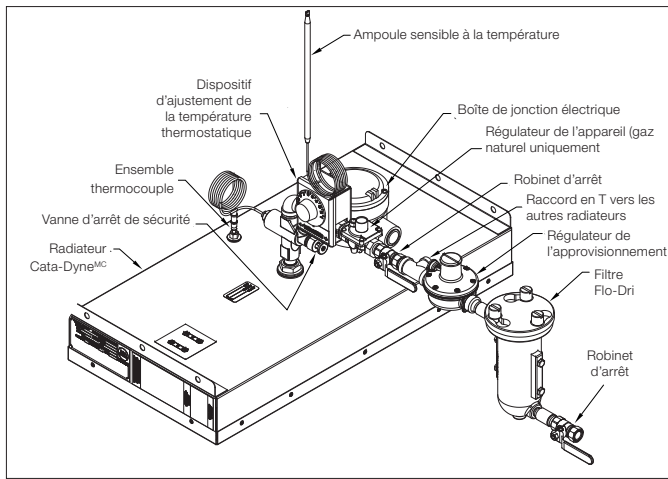
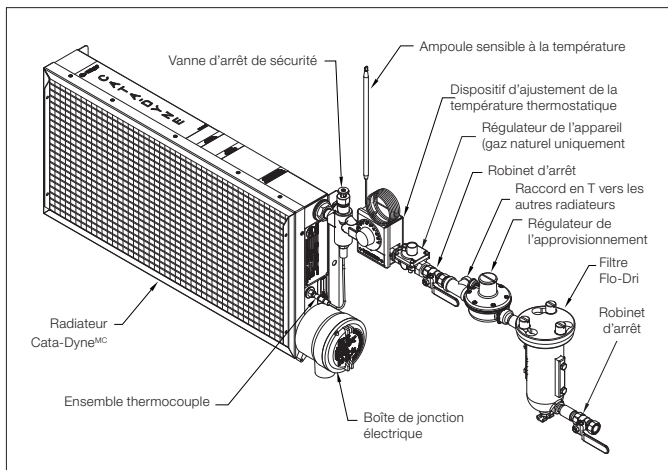

Figure 2 – Installation typique d'un radiateur Cata-Dyne^{MC} au gaz naturel
Figure 3 — Installation au gaz naturel typique (modèle MKII uniquement)
- Pour l'installation, voir la Figure 2, page 18 pour le radiateur Cata-Dyne^{MC} typique et la Figure 3, page 18 pour le modèle MKII au gaz naturel.